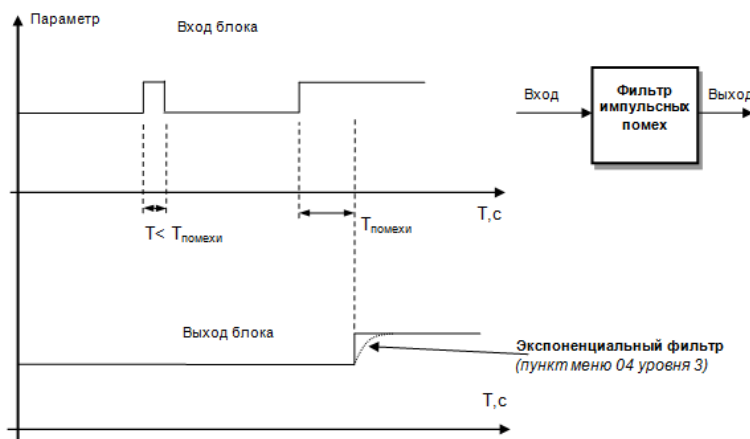

Рисунок 3.6 – Принцип работы фильтра импульсных помех и экспоненциального фильтра
1. **Фильтр импульсных помех.** Используется для подавления импульсных помех. Определяется параметром 3.05 «Максимальная длительность импульсной помехи». Если в каком либо цикле измерения технологического параметра обнаружено его изменение, то предполагается возможность действия помехи и выходной сигнал сформируется (с учетом усреднения измерительных значений) по истечении установленного времени длительности помехи. То есть, если длительность изменения сигнала больше заданного $T_{\text{помехи}}$, то это изменение расценивается как естественное и принимается в дальнейшую обработку с задержкой времени $T_{\text{помехи}}$ (рисунок 3.6). Работа данного фильтра вносит дополнительное транспортное запаздывание в систему регулирования, которое равно величине параметра «Максимальная длительность импульсной помехи». Поэтому всегда нужно стремиться минимизировать данный параметр.
4. **Экспоненциальный фильтр** (рисунок 3.6). Фильтр используется для подавления помех, а также для подавления «дребезга» индикации (частых изменений показания индикатора из-за колебаний входного сигнала). Определяется параметром 3.04 «Постоянная времени цифрового фильтра».